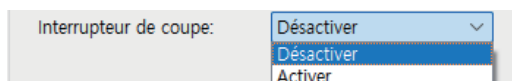

Fig.7
b. Paramètre de coupe : L'interrupteur de coupe peut être réglé sur Activé ou Désactivé (voir Figure 7). Le mode de coupe comprend trois options :